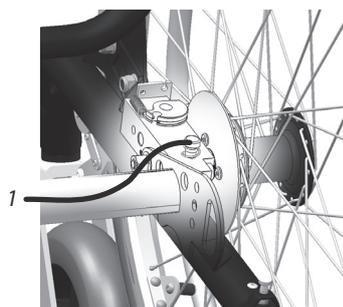

Abb. 6. Rad-Verriegelungstaste beim 24"-Modell.
- Drücken Sie die Verriegelungstaste (1) auf der Oberseite (Balance 24") bzw. Unterseite (Balance 16") der Radhalterung, siehe Abb. 6.
- Drücken Sie die Verriegelungstaste (1, Abb. 6) auf der Oberseite (24") bzw. Unterseite (16") der Radhalterung.